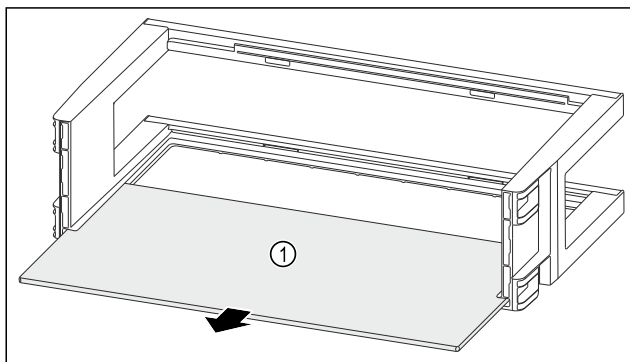

Fig. 91
- Izvadite полицu Fig. 91 (1).